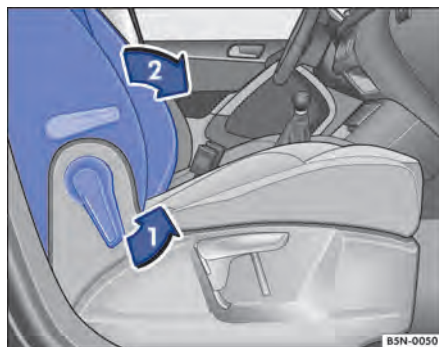

Fig. 91 Banco do passageiro dianteiro: rebater o encosto para frente.
- Destruar o encosto do banco do passageiro dianteiro no sentido da seta → Fig. 91 1.
- Rebater o encosto do banco do passageiro dianteiro para frente, no sentido da seta → Fig. 91 2, para a posição horizontal. O encosto do banco do passageiro dianteiro rebatido para baixo deve ser travado de forma segura.
- Para rebater de volta, destravar novamente o encosto do banco do passageiro dianteiro → Fig. 91 ①.